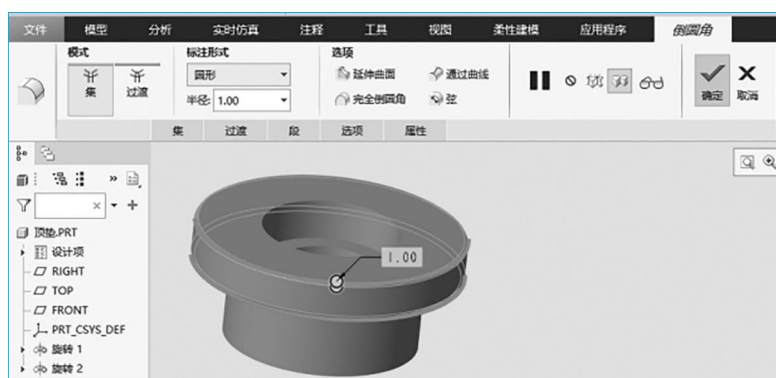

图 2-23 倒圆角操作
(1) 单击  倒圆角 按钮，选择第 1 台阶上下两边沿，输入参数 1，如图 2-23 所示。单击  按钮，完成创建。